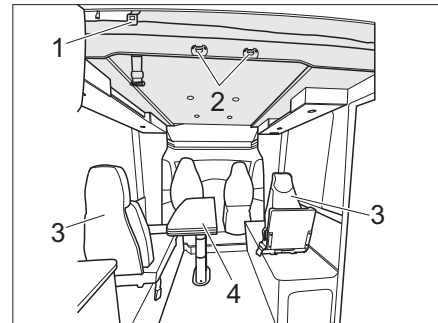

Bild 169 Elektrisches Hubbett (Variante 3)
- Die Aufstiegsleiter mit den beiden Bügeln in die Krampen (Bild 169,2) am Hubbett einhängen.
- 2-Säulen-Klapptisch, absenkbar (Bild 169,4) nach unten fahren (siehe Kapitel 7.8.8).
- 2 Einzelsitze (Bild 169,3) abbauen und verstauen.